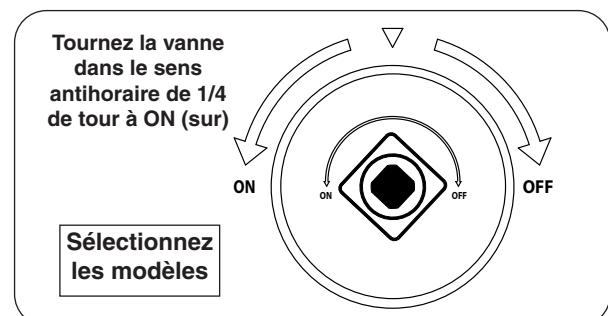

Fig. 38-2 SUR/ÉTEINDRE vanne clé détail
3. Si muni, tournez la SUR/ÉTEINDRE vanne clé de la hauteur dans le sens antihoraire de 1/4 de tour à la position **ON** (sur) (Fig. 38-2).
4. Localisez la télécommande et appuyez sur la touche **ON** (sur) (voir Fig. 38-2). La séquence d'allumage commence. Le récepteur à distance émettra un "bip" audible; alors l'allumeur commencera à s'allumer. Après les feux de pilotes et est établie, la vanne se ouvre automatiquement et le brûleur se allume.